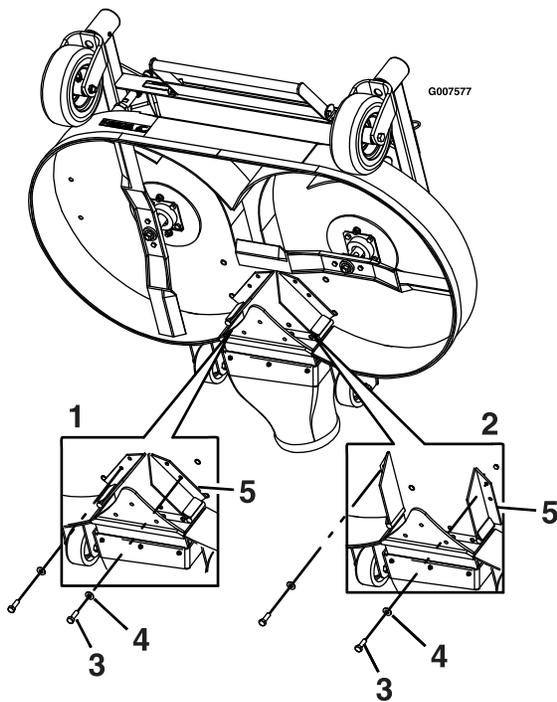

Рисунок 14
7. Удалите болт с шайбой в передней части каждого дефлектора FRS (Рисунок 14).